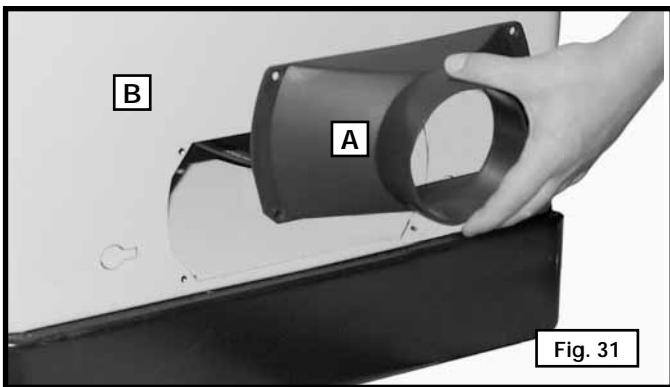

Fig. 31
La scie Unisaw est livrée avec un connecteur pour goulotte de poussière servant à raccorder un tuyau collecteur de 102 mm (4 po) de diamètre à l'appareil. Aligner les quatre trous de l'adaptateur de la goulotte de poussière (A) fig. 31 avec les trous correspondants au dos de l'armoire de la table de la scie (B). Fixer l'adaptateur de la goulotte de poussière avec les quatre vis à tôle no 10 x 12,7 mm (1/2 po).